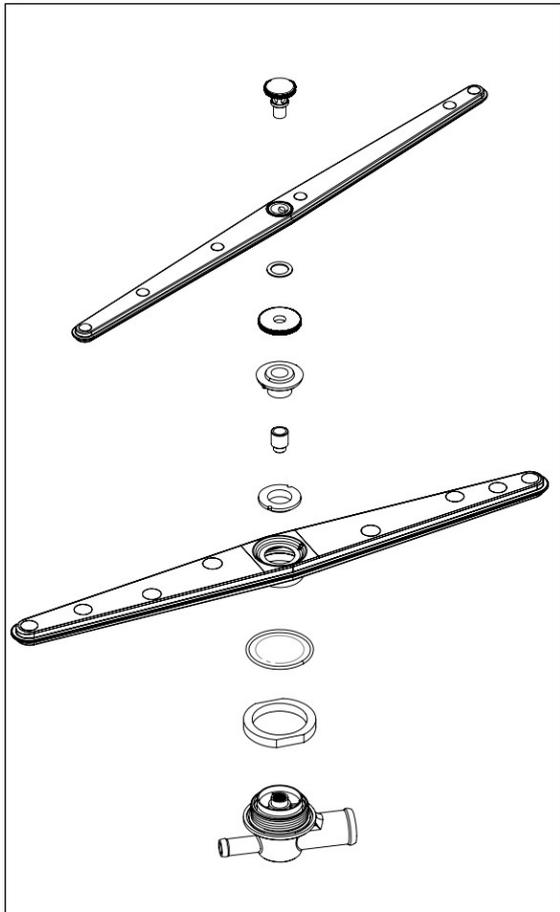

Рисунок 16
- Раз в неделю следует промывать и чистить детали внутри рукавов (гайку, уплотнительное кольцо, винт, распределитель). (Рисунок 16)